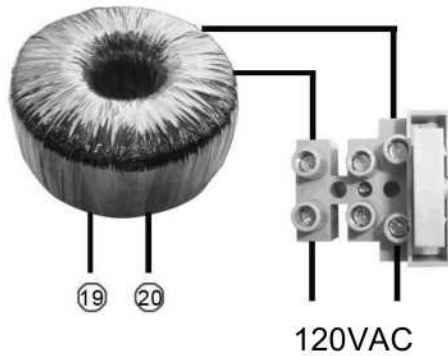

Fig.10
- Conectar Terminales del Transformador (Fig.10).